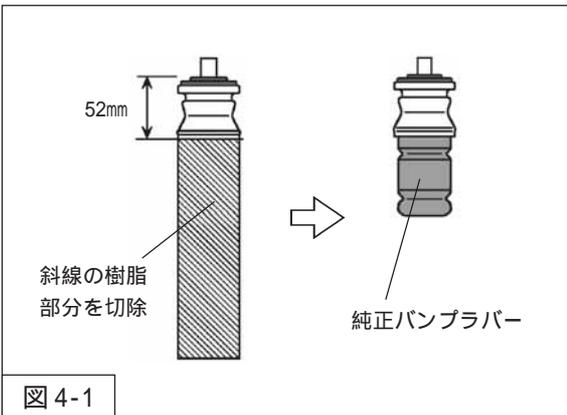

図 4-1
・ダストブーツ部分が純正アップパーマウントと一体になっている場合は、図4-1を参考に樹脂部分を切除してください。
2. 純正アップパーマウントは、固定されている純正バンブラバーを取外し、リアダンパーASSYに組付けてください。(図4-1)